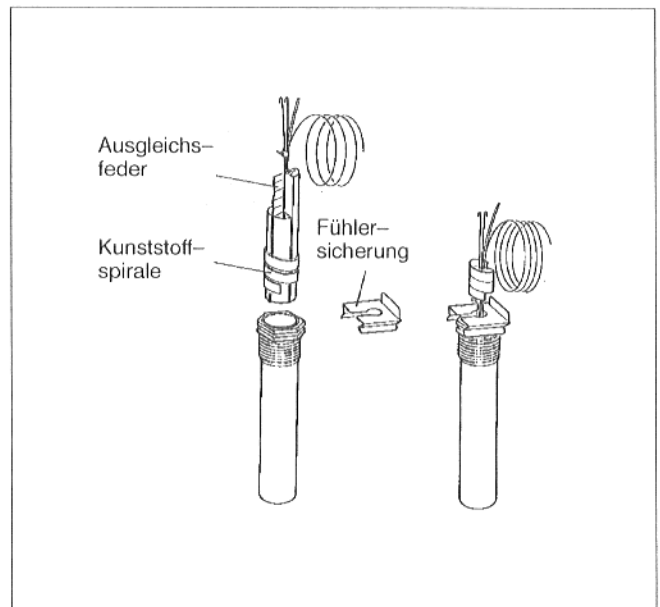

Abb. 43
- Temperaturfühler bis zum Anschlag in die Tauchhülse (Meßstelle) einstecken (Abb. 43). Die Kunststoffspirale schiebt sich automatisch zurück. Die Ausgleichsfeder muß mit in die Tauchhülse eingeschoben werden.
- Fühlersicherung (Lieferumfang Regelgerät) von der Seite oder von oben auf den Tauchhülsenkopf drücken (Abb. 43).